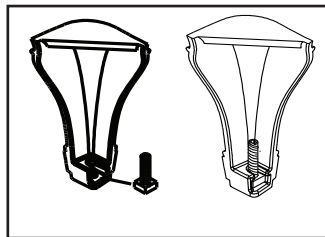
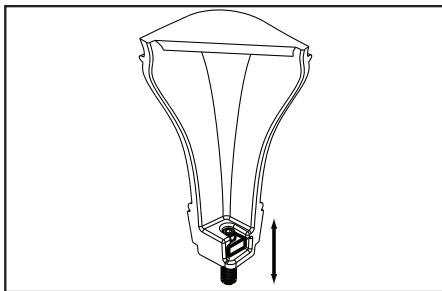

Figure 23.2
Figure 23.3 – Boulon entièrement allongé
2. Introduisez les écrous et boulons assemblés dans les rainures des pieds, les écrous étant placés en bas. **Figure 23.2.** Utilisez une clé de 5/32 po. Pour monter et descendre les pieds, utilisez une clé Allen de 3,96 mm. **Figure 23.3.**